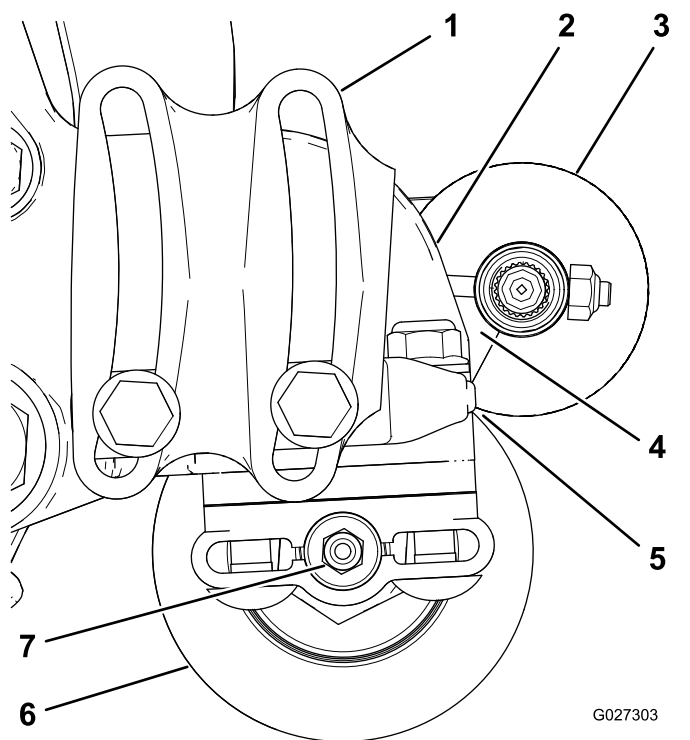

Figura 14
2. Coloque el cepillo del rodillo de manera que apenas toque o descansa sobre el rodillo trasero (Figura 14).